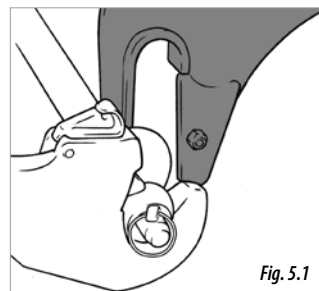

Fig. 5.1
- 1a- Si la machine est dotée d'une barre d'attelage (Fig. 5.1), assurez-vous que les deux leviers de la potence soient débloqués et vers le bas (Fig. 5.3), montez la barre d'attelage rapide sur les bras hydrauliques arrière du tracteur, puis positionnez la barre dans les orifices de la machine, levez les bras du tracteur jusqu'à entendre un clic, cela vous indiquera que la barre est correctement positionnée.